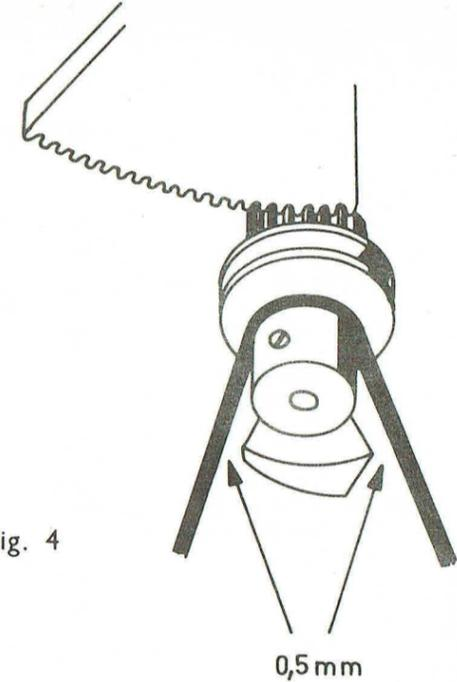

Fig. 4
Ajustage du commutateur de vitesse pos. 82 (fig. 4)